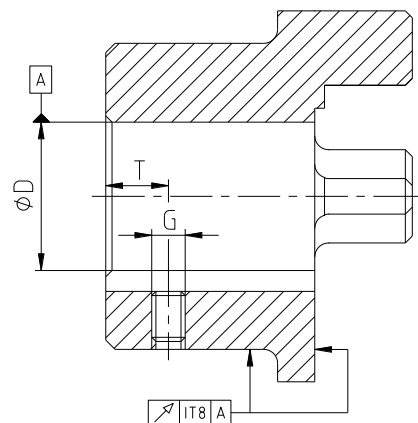

Bild 7: Rund- och plangångsnoggrannhet
- Om kunden själv utför navborrningen måste rund- resp. plangångsnoggrannheten (se bild 7) säkerställas.